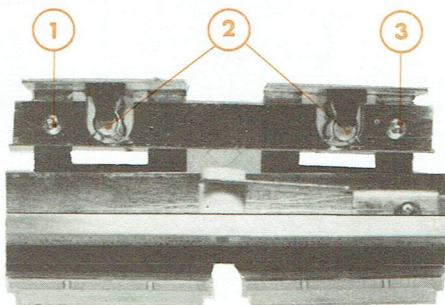

Fig. 3
- 3° - Dévisser et enlever les vis (1) et (3) afin d'accéder aux ampoules (2) (Fig. 3).